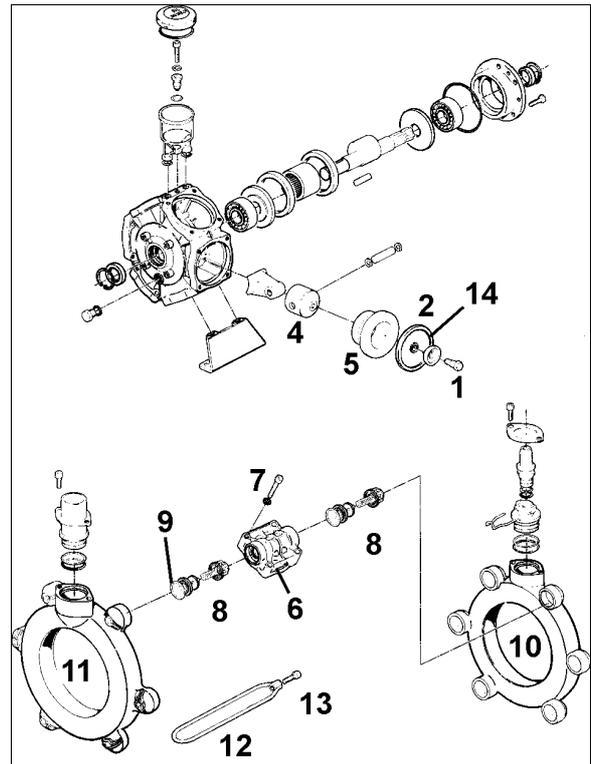

Fig. 120
- Fixez la membrane (Fig. 120/2) avec le disque (Fig. 120/3) et la vis (Fig. 120/1) de manière (Fig. 120/4), à ce que le rebord (Fig. 120/14) soit orienté vers la culasse (Fig. 120/6).
- Les vis (Fig. 120/13) doivent être impérativement serrées en étoile et avec le couple de serrage indiqué. En ne respectant pas ces consignes, il y a risque de tensions contradictoires et donc de fuites.
1. Desserrez les vis (Fig. 120/1) et retirez du piston (Fig. 120/4) la membrane (Fig. 120/2) avec son disque de support (Fig. 120/3).
3. Retirez du carter de la pompe le cylindre (Fig. 120/5).
6. Remettez le cylindre (Fig. 120/5) en place dans le carter de la pompe.
7. Remontez la membrane (Fig. 120/2).
8. Appliquez la culasse (Fig. 120/6) sur le carter de la pompe et serrez les vis (Fig. 120/7) en étoile de façon identique.
9. Après les avoir vérifiés et nettoyés, remontez les jeux de clapets (Fig. 120/8).
10. Mettre en place des joints toriques neufs (Fig. 120/9).
11. Appliquez les conduits d'aspiration - (Fig. 120/10) et de refoulement (Fig. 120/11) sur leur emplacement et fixez les avec les étriers (Fig. 120/12).
12. Serrez les vis (Fig. 120/13) en étoile avec un couple de serrage de **11 Nm**.